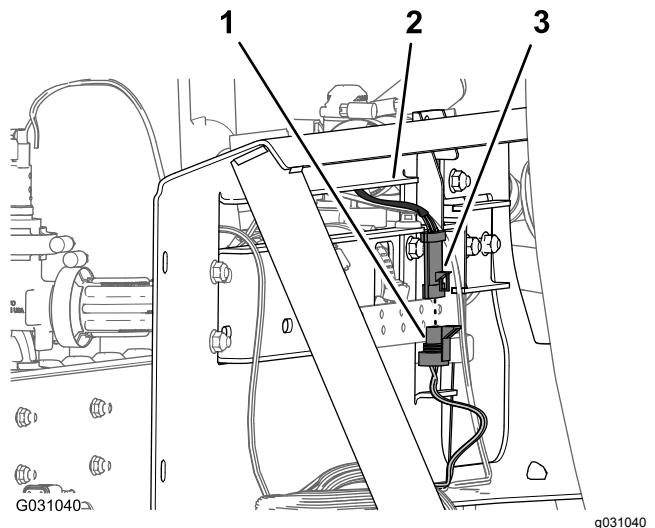

図 103
6. 攪拌バルブ用ハーネスの3ピンコネクタを、203cm の枝線のAgitation Valveというラベルの付いた3ソケットコネクタに接続する図 103。